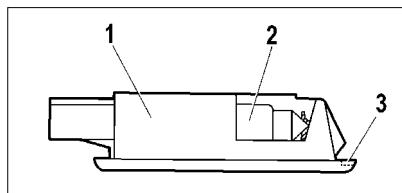

Рис. 58. Плафон освещения багажного отделения
**Плафон освещения багажника.** Для замены лампы 2 (рис. 58) в плафоне освещения 1 багажника, выньте плафон из кронштейна, для чего вставьте отвертку в паз 3 с правой стороны плафона, аккуратно отожмите плафон вниз. Плафон удерживается пружинной защелкой в кронштейне. После замены лампы установите зацеп плафона слева в кронштейне и прижмите правую сторону плафона до фиксации.